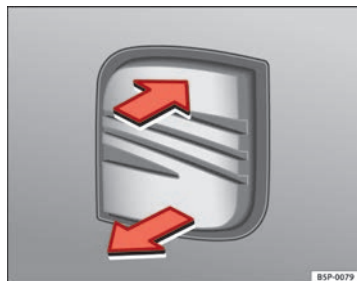

Fig. 48 Portón trasero:
- Tire de la maneta y levante el portón ⇒ fig. 48. El portón se abre automáticamente.